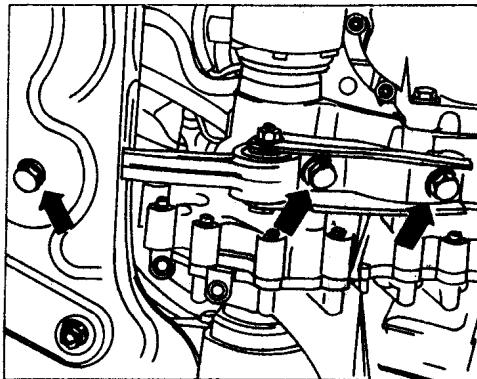

图 2-2 松开支撑杆
- (1) 在关闭点火开关情况下，拆开蓄电池负正两极线，并拆下其支架；
- (2) 松脱所有发动机、变速器、发电机、起动电动机导线；
- (3) 打开并关闭储液罐、散热器盖，以卸除液压系统的压力；
- (4) 拔出节气门控制单元上的电磁阀（N80）软管，拔出热敏开关和散热器风扇连接插头；
- (5) 拔出燃油分配器上的燃油供油管，从发动机上拔出真空软管和排气软管，注意封闭管路，避免燃油系统受污染；
- (6) 拆下发动机挡泥板；
- (7) 将前排气管从排气歧管上松开并拆下；
- (8) 如图 2-2 所示松开稳定杆的支撑杆；